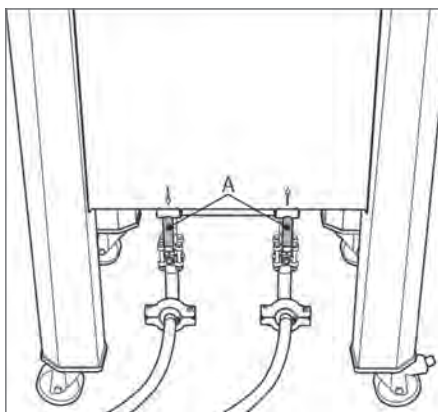

Fig. 52 La versión PED del Palletank® for LevMixer® con encamisado está provista de una válvula de bola manual de 3/4" y conexión Tri-Clamp de 3/4".
- Si es necesario, abra las dos válvulas de bola manuales (ver Fig. 52 | A) y comience a introducir fluido portador de calor en el circuito del encamisado alveolado siguiendo su procedimiento interno.